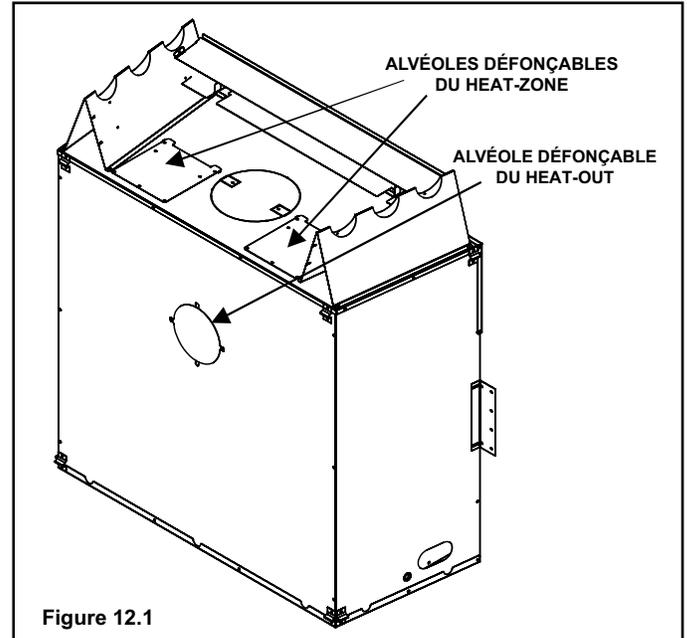

Figure 12.1
- Enlevez l'alvéole défonçable pour l'évacuation de la chaleur de l'appareil et la jeter (voir Figure 12.1).
NOTE : Enlevez l'alvéole défonçable du fond sur le collet pour des montants de murs typiques de « 2 x 4 » ou de « 2 x 6 » (voir Figure 12.1).
- Enlevez l'alvéole défonçable du dessus de l'appareil et la jeter (voir Figure 12.1)..